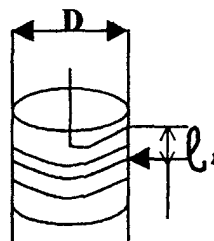

Рис.2
7. Определите диаметр обмотки d , для этого: 1) измерьте длину включенной части обмотки реостата l_1 ; 2) подсчитайте число витков включенной части n (рис.2); 3) вычислите диаметр обмотки $d = l_1 / n$. (в метрах).
9. Определите длину l включенной части обмотки реостата. Для этого измерьте диаметр корпуса реостата D ; $l = \pi D n (м)$ (рис.2).